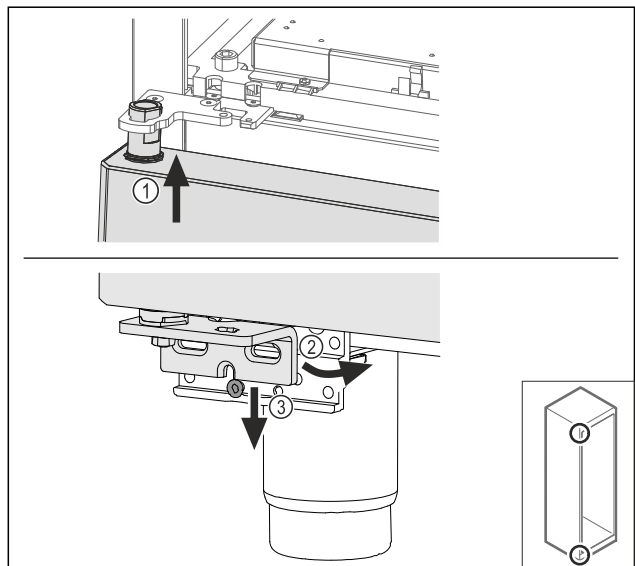

Fig. 68
- ▶ Ievadiet augšā durvis mazliet sagāztā veidā Fig. 68 (1), nolīmeņojiet durvis taisni Fig. 68 (2) un uzlieciet apakšā uz gultņa balsta skrūves Fig. 68 (3).